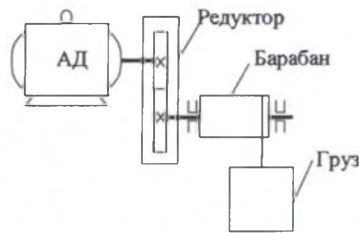

Рис.1
1.1. Для главного привода подъемного механизма, выполненного по кинематической схеме (рис.1), в соответствии с индивидуальным заданием выбрать асинхронный электродвигатель (АД) с короткозамкнутым ротором основного исполнения. Режим работы электропривода – S3.